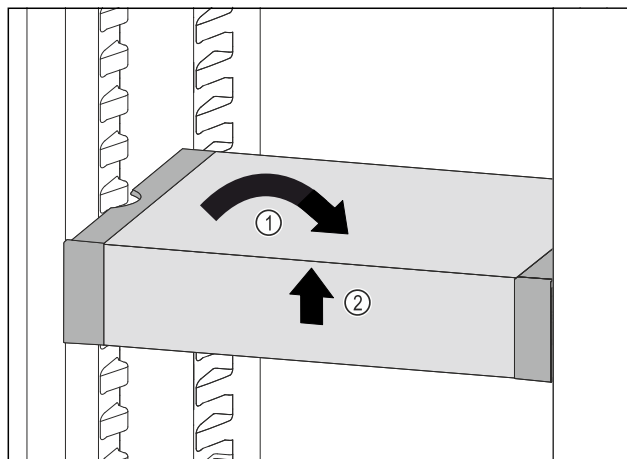

Fig. 143
- ▶ Изправете VarioSafe. Fig. 143 (1)
- ▶ Повдигнете VarioSafe отпред. Fig. 143 (2)